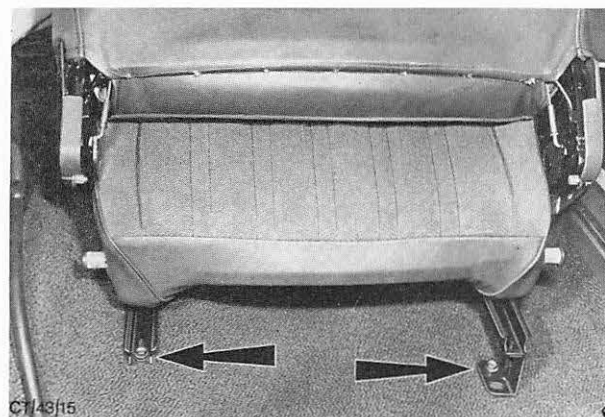

Abb. 50 Vordersitz ganz nach vorne schieben, um die hinteren Schrauben aus den Sitzverstellern zu entfernen.
1. Sitz bis zum vordersten Anschlag schieben und beide hintere Befestigungsschrauben aus den Sitzverstellern herausdrehen, Abb. 50.